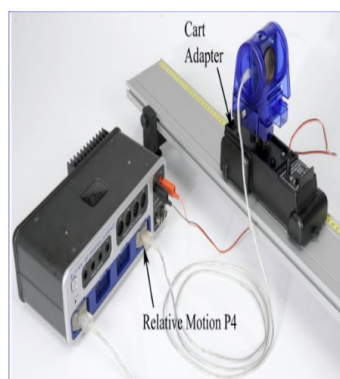

Figura 4.2: Carro motorizado con sensor de movimiento.
2. El sensor de movimiento en el carro motorizado debe ser conectado al puerto 4 del PASPORT como se muestra en la figura 4.2 . Conectar el cable de alimentación del carro motorizado a la salida 1 y verificar de que esté apagado (off external setting).